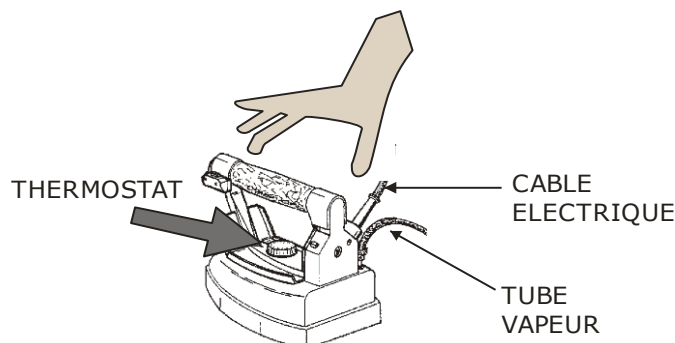
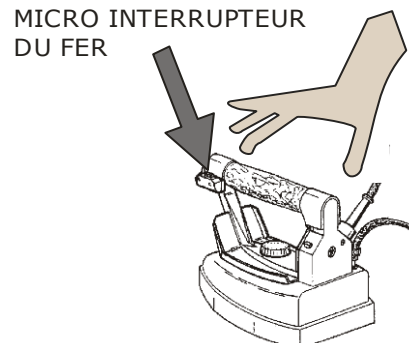

Fig. 6
Fig. 7
1. Soulever le fer à repasser par la poignée en liège et presser le micro interrupteur du fer (fig. 7) 4-5 fois, en faisant sortir la vapeur. Cette opération est nécessaire pour chauffer les tuyaux et éviter que des gouttes d'eau ne sortent du fer.
2. Passer avec le fer sur les vêtements à repasser, en appuyant à intervalles sur le micro interrupteur du fer (fig. 7) pour faire sortir la vapeur. Pour un bon repassage nous conseillons de positionner le thermostat du fer (fig. 6) vers la zone finale de "coton".
5. Pour le repassage à sec on peut régler le thermostat (fig. 6) sur les différentes positions, selon le type de tissu que l'on veut repasser (il faut donc se référer aux indications qui se trouvent sur les vêtements). Pour le repassage à vapeur il faut régler le thermostat sur la position "coton" ou "lin".